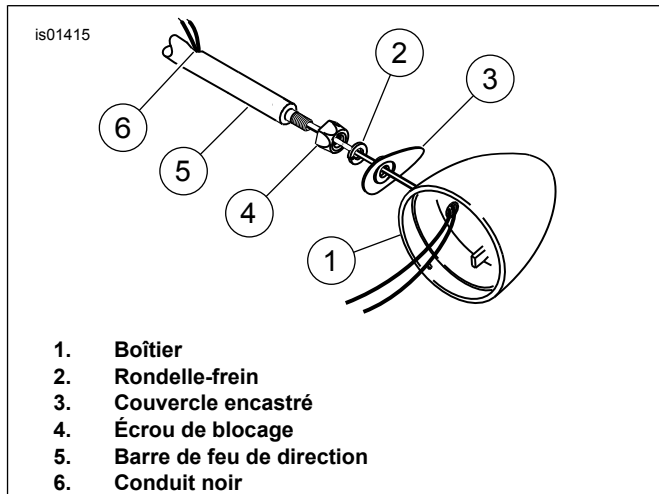

Figure 3. Installation de feu de direction
4. Voir la Figure 3. Installer les écrous de blocage (4) chromés sur l'une ou l'autre extrémité de la barre de feu de direction. Acheminer les fils de feu de direction :
- a. à travers le trou fileté dans le boîtier (1) de feu de direction;
- b. à travers la plaque de couvercle encastré (3);
- c. à travers la nouvelle rondelle-frein (2) de 5/16;
- d. introduire les fils dans l'extrémité de la barre de feu de direction (5);
6. Visser le boîtier (1) de feu de direction sur l'extrémité du goujon fileté en faisant attention de ne pas tordre les fils. Laisser le boîtier de feu de direction attaché à la barre sans le serrer. Installer l'ampoule et le diffuseur.